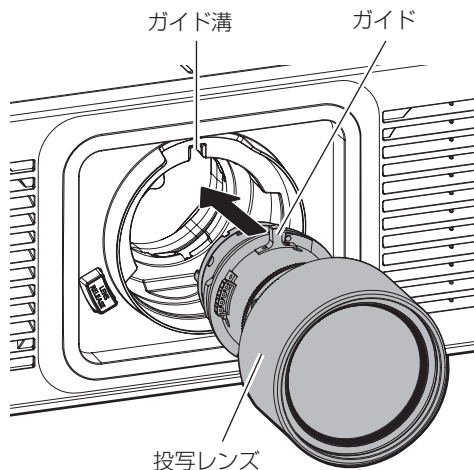

図 2
2) 投写レンズのガイドを本体のガイド溝に合わせて奥まで差し込む（図 2）